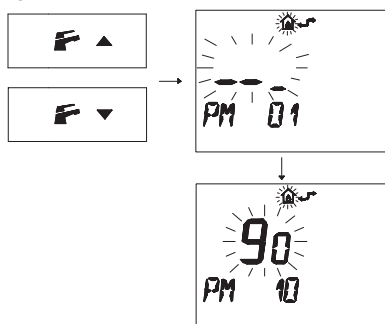

Figura 5.51
- Premere i pulsanti F ▲ o F ▼ per visualizzare la programmazione "PM10" selezione della frequenza di accensione (Figura 5.51).
Nella Figura 5.51 si visualizza un SET programmato di **90** corrispondente ad un tempo di riaccensione di 3 minuti circa.